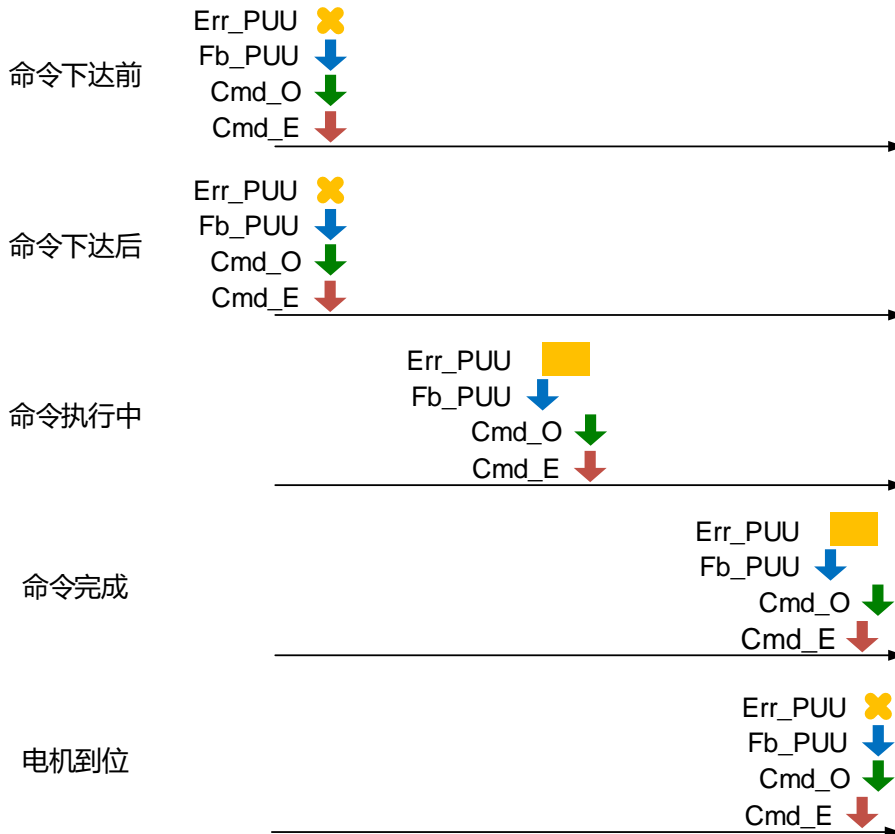

图 7.1.3.1.3 原点复归模式监控变量关系示意图
7.1.2 节中提到, PR 模式中有四个监控变量可提供用户观察伺服命令与回授的状态, 分别为: 命令位置 PUU (Cmd_O)、PR 命令终点寄存器 (Cmd_E)、回授位置 PUU (Fb_PUU) 及位置误差 PUU (Err_PUU)。在零点复归模式下, 此四个监控变量的变化与位置命令的变化不相同, 其原因是在原点复归完成时, 因伺服的坐标系统尚未定义, 目标位置无法在原点复归命令下达后得知, 因此命令终点寄存器 (Cmd_E) 无法计算。默认在原点复归模式运行中, 命令终点寄存器 (Cmd_E) 与命令位置 PUU (Cmd_O) 的内容会相同, 直到寻得原点参考点并建立坐标系统后, 命令终点寄存器 (Cmd_E) 内容会设定为原点参考点的坐标, 但伺服在寻得原点参考点后, 电机开始减速至停止需要一段减速距离, 此时 Cmd_O 持续下命令, 若无其他 PR 命令接触在原点复归之后, 不同于一般的位置命令, 最终命令位置 PUU (Cmd_O) 与命令终点寄存器 (Cmd_E) 的内容值不同, 如图 7.1.3.1.3。
ASDA-E3 的 PR 模式提供定速控制的功能，PR 速度命令的设定相关参数有加减速时间、延迟时间与目标速度。在 ASDA-Soft 软件的 PR 模式设定中选择定速控制，即可方便完成速度命令的规划，如图 7.1.3.2.1。